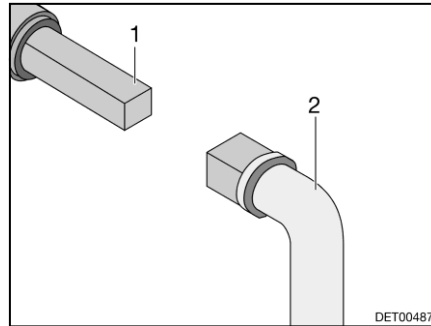

Bild 97 Bedienung Abwasserhahn
- Schlüssel (Bild 97,2) auf Vierkant (Bild 97,1) stecken.